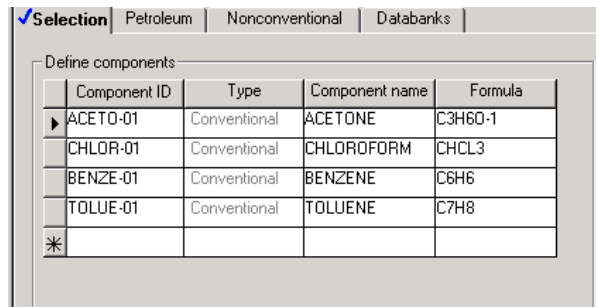

Abb. 9: Screenshot zur Auswahl von Komponenten in AspenPlus
- Wähle die gewünschten Komponenten aus (etwa wie in Abb. 9)